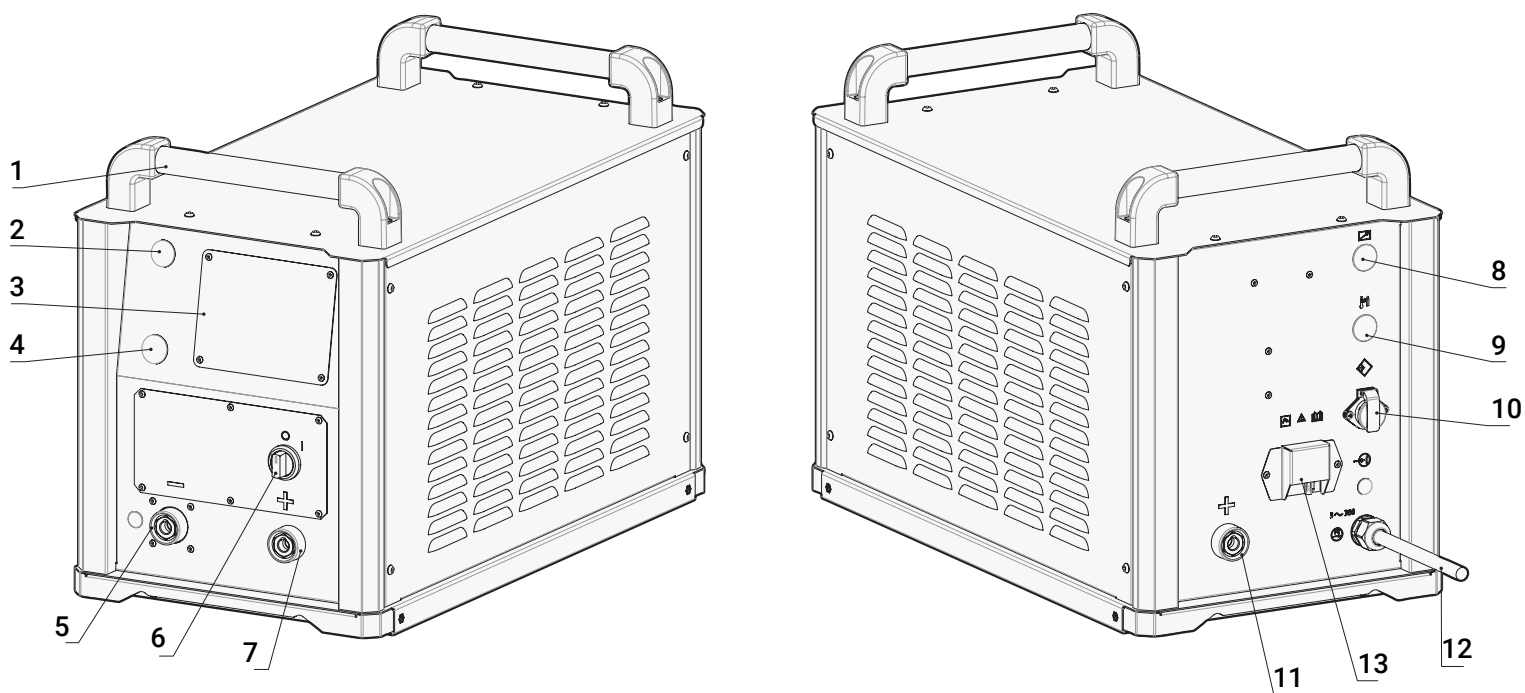

Рис. 2 – Расположение разъёмов и органов управления,
- 2 Обесточить аппарат отсоединив вилку от сети или выключив защитный автомат (13 на Рис. 2).